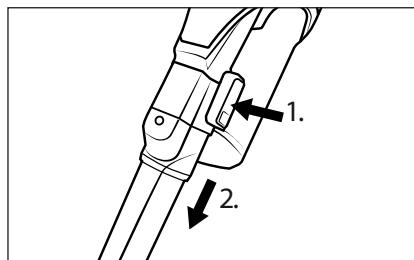

Fig. 15
- Para desmontar el accesorio, mantenga pulsado el botón de desencastre del accesorio y tire de este para extraerlo del tubo de aspiración 23 o del orificio de aspiración del aparato (consulte la fig. 15).